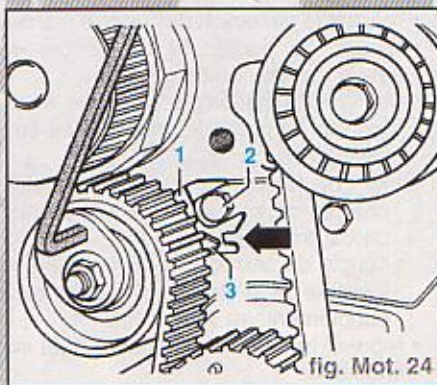

fig. Mot. 24
• serrer la vis de fixation à la main. L'évidement de l'embase "1" doit se mettre à cheval sur la vis de fixation "2" (fig. Mot. 24)